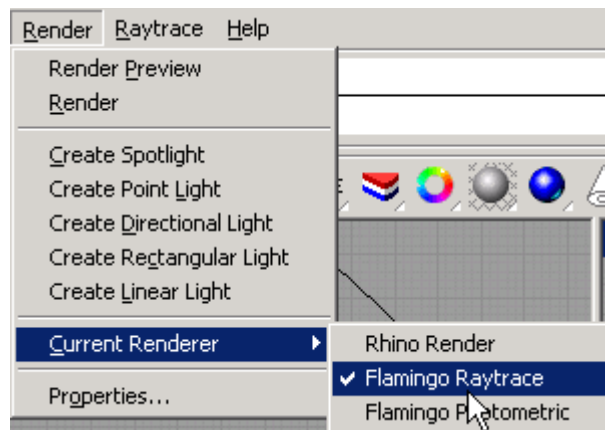

图 1-4-03
step2: 首先我们要把渲染器从 rhino 自带的渲染器改为带光影追踪的 Flamingo 渲染器，如下图 1-4-03 所示，在 Render 的下拉菜单中选择 Current Render 中的 Flamingo Raytrace。